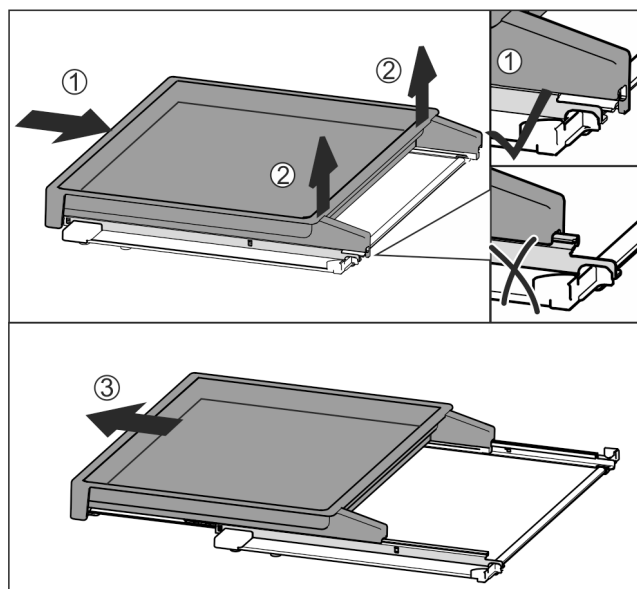

Fig. 80
- Auszugsbord vollständig einschieben Fig. 80 (1).
- Verrastung an hinterer Seite lösen Fig. 80 (2).
- Auszugsbord nach vorne herausnehmen Fig. 80 (3).